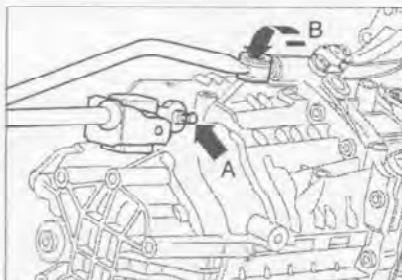

Рис. 7.28. Снимите тягу выбора передач (стрелка А). Снимите тягу включения передач (стрелка В), предварительно отвернув болт.
5. Снимите тягу выбора передач (стрелка А) (рис. 7.28). **Момент затяжки:** 23 Нм.
14. Снимите тягу выбора передач (стрелка А) (рис. 7.28). **Момент затяжки:** 23 Нм.